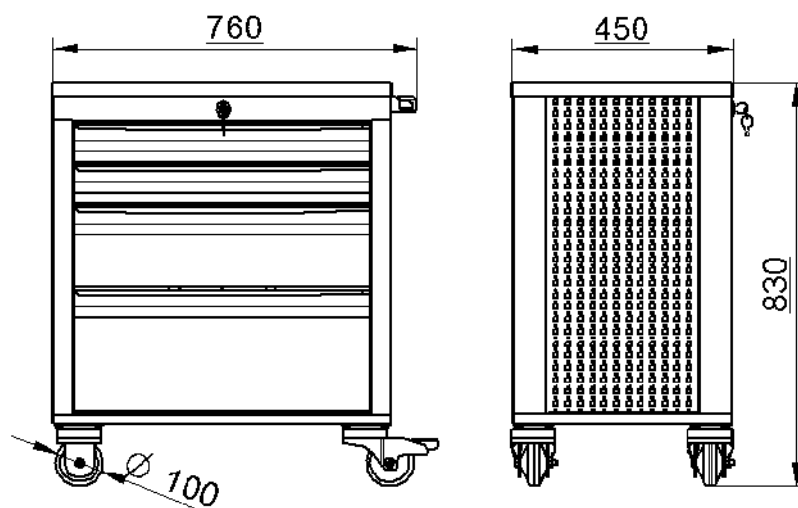

Рис.1
2.1 Изделие должно соответствовать требованиям настоящего паспорта и технической документации (рис.1).